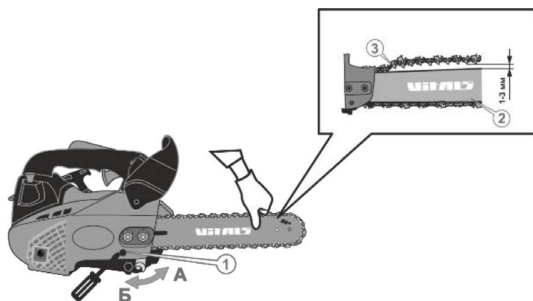

Рисунок 7. Схема перевірки натягу ланцюга.
3. Виміряти величину зазору між напрямною ланцюга (3, рис. 7) та пильним ланцюгом (2, рис. 7). Зазор повинен бути в межах 1–3 мм, а сам ланцюг повинен легко рухатися від руки уздовж пазу шини.
2. Злегка послабити кришку кріплення шини – за допомогою ключа повернути кріпильні вироби, що фіксують кришку, проти ходу годинникової стрілки на один оберт. Якщо зазор між ланкою ланцюга та шиною не відповідає показнику 1–3 мм, плавно повернути викруткою регулювальний гвинт натягу ланцюга (1, рис. 7) у напрямку стрілки «А» або «Б» (рис. 7), щоб послабити або натягнути ланцюг. Під час обертання гвинта каретка механізму натягу ланцюга рухається в пазу притискної кришки, тягнучи за собою шину з ланцюгом.